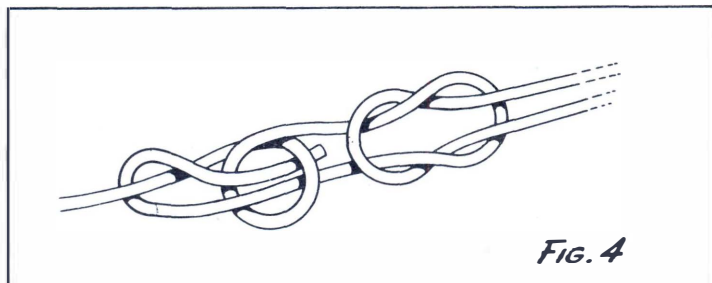

FIG. 4
La fig. 4 non ha bisogno di molte delucidazioni. Si tratta di
Fig. 4 - Prataiolo. — Questo fungo si presenta con tante varietà di colorazioni del cappello che forse sarebbe necessario illustrarlo in ciascuna delle varie specie, ma in fine tutte le specie di esso possono essere ricondotte a quella raffigurata. Esso è comune di estate e di autunno nei campi e nei prati, come pure in luoghi incolti ed al margine dei boschi. Cresce in gruppi di tre o quattro esemplari poco distanti uno dall'altro. Il suo cappello è pianoconvesso, del diametro di 5-15 cm., biancastro o nocciola chiaro, coperto sovente da squamette fiocose, grige od anche marroni e brunastre.
Cominciate anche questa volta partendo da quattro fili lunghi circa 100 mm., per lo scheletro (A, di fig. 4). Prendete poi un filo della lunghezza di cm. 50 e fate con esso 10 giri intorno allo scheletro, partendo da un punto che si trovi a circa 3,5 cm. dalla estremità posteriore, e procedendo in avanti (B). Lasciate per il momento libero il filo che sinora avrete avvolto e passate a piegare nella maniera indicata nel dettaglio C due dei fili dello scheletro alla estremità anteriore della figurina: tali fini rappresenteranno le zampe anteriori.
Avvolgete il filo con cui avete avvolto il corpo e che momentaneamente avevate lasciato libero, anche attorno di due restanti fili dello scheletro, per formare il collo, con quattro giri (dettaglio D), indi prendete i due estremi dei fili che compongono lo scheletro che sporgono alla estremità inferiore, fate fare a ciascuno di essi un giro intorno ad uno spillo, indi ponetene nuovamente le estremità in direzione verso la parte anteriore della figurina; avrete così realizzato le orecchie dell'animale, come indicato nel dettaglio B di fig. 4 (se vi interessasse realizzare un animale a ventate orecchie grandi, potrete modellare altrimenti, in maniera da dar loro dimensioni e forma voluta; soltanto, nel caso che le orecchie dovessero essere piuttosto grandi, dovrete tenere con-
to di questo particolare all'inizio, quando preparerete i quattro fili per lo scheletro della figurina, che dovrete quindi prevedere più lunghi). Ultimata la modellatura delle orecchie, riprendete ad avvolgere col filo con cui avevate avvolti il corpo e successivamente il collo della figurina; avvolgete con esso altri tre giri, per modellare il muso e quindi tagliate via la parte rimanente, sia di questo filo che del filo dello scheletro, dettaglio F, fig. 4.